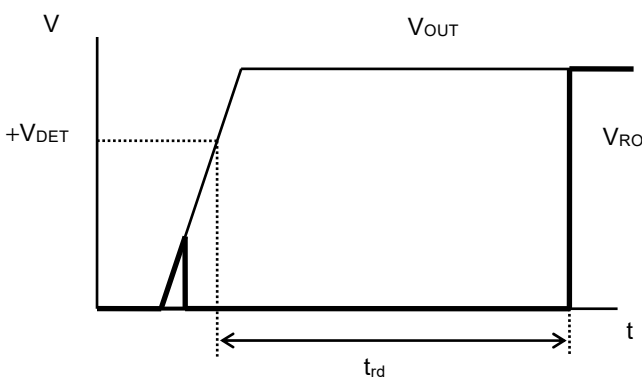

图5 解除延迟时间
*3. 从 V_{OUT} 超过 $+V_{DET}$ 开始，到实际RO端子的输出开始反转为止的时间 (参阅图5)。此值可以通过解除延迟时间、监视时间调整电容器 (C_{DLY}) 的电容值进行更改。